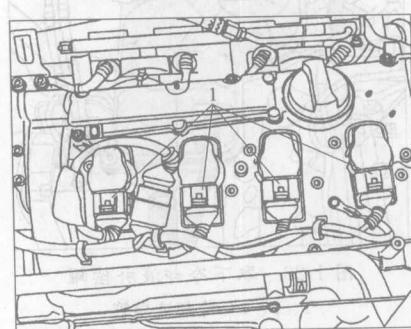

图 1-21 更换 1.8L 涡轮增压发动机的火花塞
- (1) 拆下发动机罩。
(2) 关闭点火开关。
(3) 将插头 1 从点火线圈上拔下, 如图 1-21 所示。